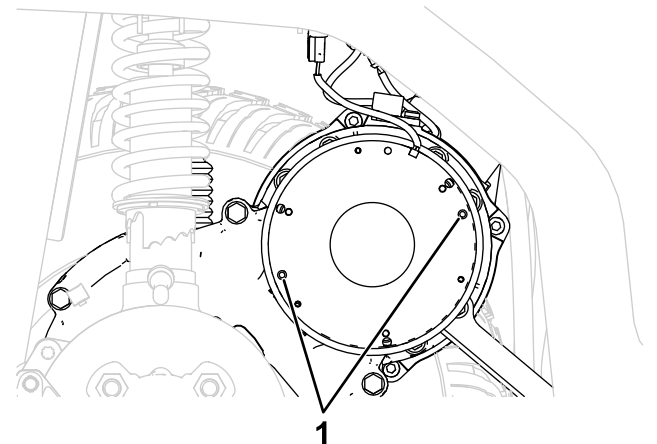

Figure 25
4. Pour desserrer le frein de stationnement, insérez 2 vis (M5-0,8 x 45 mm) dans les trous indiqués à la Figure 25 et serrez-les lentement.